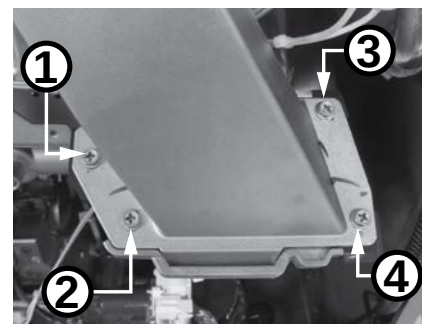

Figura 115 - Retire los tornillos del conjunto de ventilador.
- 10** Ubique los cuatro (4) tornillos que fijan el conjunto de ventilador al conjunto de puerta del quemador, como se muestra en la Figura 115. Use un destornillador Phillips para retirar los tornillos. Deje los tornillos a un lado en un lugar seguro para volver a instalarlos.